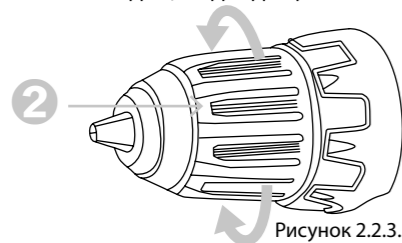

Рисунок 2.2.3. Установка оснастки
- 1 Поверните втулку патрона «2» (рисунок 2.2.3.) против часовой стрелки для открытия зажимных кулачков настолько, чтобы можно было вставить оснастку.